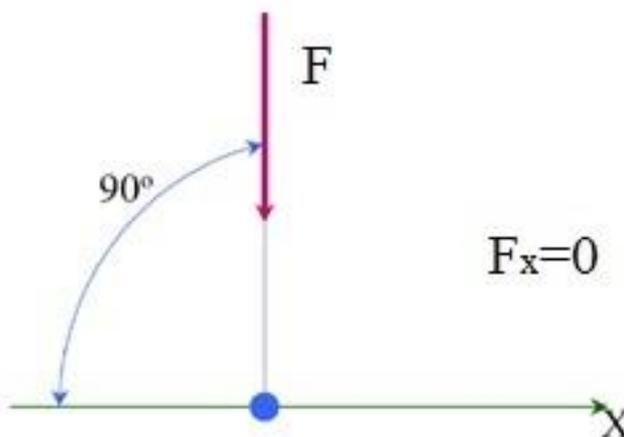

Рисунок 2.10 – Сила вертикальная
1. Сила перпендикулярная к оси. В этом случае она проецируется в точку и ее проекция равна нулю (рис. 2.10).